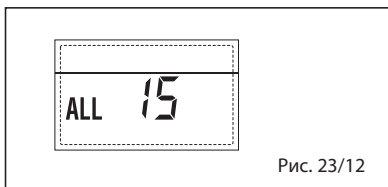

Рис. 23/12
– НЕПОЛАДКА ВНЕШНЕГО ДАТЧИКА “МИГАЛКИ” (рис. 23/13)